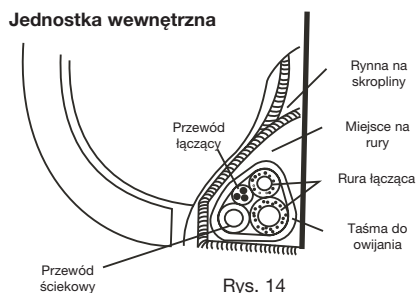

Rys. 13
- b. Część wewnętrzna: najpierw ręcznie zakręcić nakrętkę na przewodach części wewnętrznej, a następnie przykręcić ją za pomocą klucza płaskiego oraz klucza dynamometrycznego. Patrz rysunek 13.
- c. Część zewnętrzna: ręcznie zakręcić nakrętkę na złączach kranów części zewnętrznej, a następnie przykręcić ją za pomocą klucza płaskiego oraz klucza dynamometrycznego. Patrz rysunek 13.